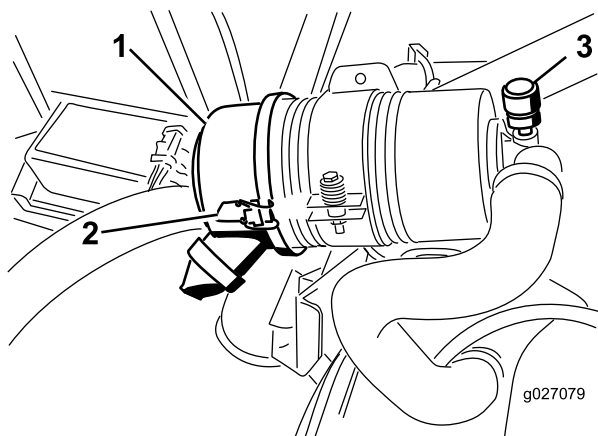

Figura 55
Faça a manutenção ao filtro de ar apenas quando o indicador de manutenção (Figura 55) o exigir. Mudar o filtro de ar antes de ser necessário apenas aumenta a possibilidade de entrar sujeira no motor quando retira o filtro.
1. Liberte os trincos que fixam a cobertura do filtro de ar ao respetivo corpo (Figura 55).